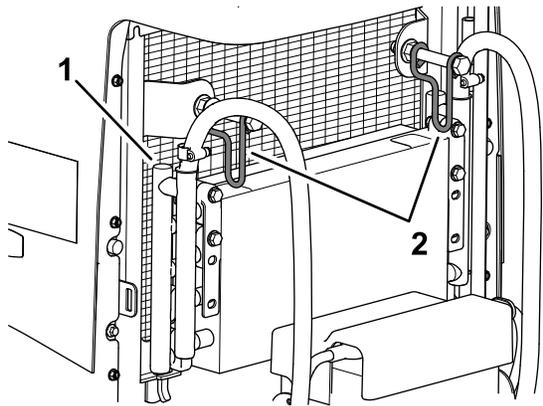

**Figura 111**
8. Limpie a fondo ambos lados del enfriador de aceite y del radiador (Figura 111) con aire comprimido.